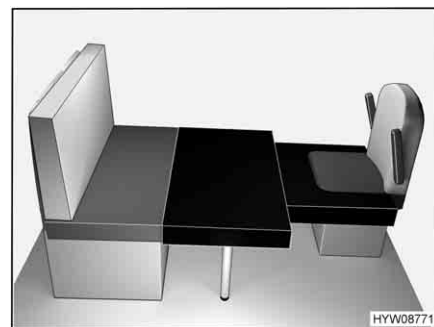

Fig. 67 Dopo la trasformazione
- Posizionare il cuscino aggiuntivo rettangolare davanti al cuscino del sedile del divano, sul tavolo, come illustrato nella Fig. 67.